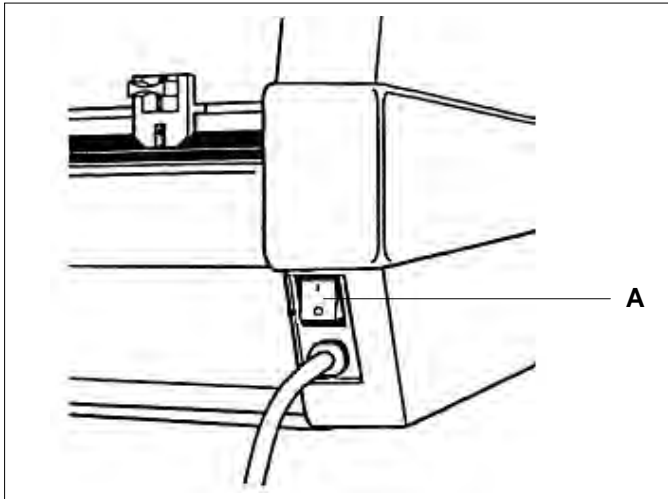

Fig. 2
A. POWER ON/ OFF: (Fig. 2)
A. POWER ON/ OFF (ACCESO/ SPENTO): (fig. 2) Posto sulla parte posteriore destra della macchina, questo pulsante controlla l'alimentazione della plastificatrice. La spia **POWER (ACCESO)** si illumina se viene premuto il pulsante sulla posizione "I".